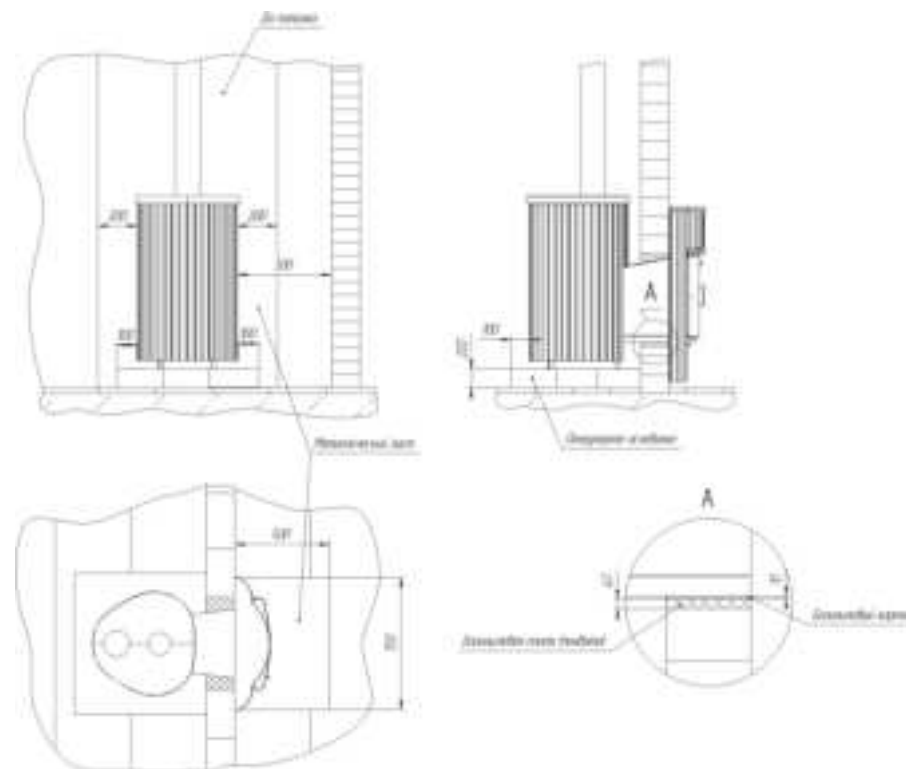

Рисунок 8.1. Схема установки печи на минимально безопасном расстоянии от несущих и ограждающих конструкций.
**8.2.1.** Печь устанавливают в парной на безопасном расстоянии от несущих и ограждающих конструкций (рис. 8.1).